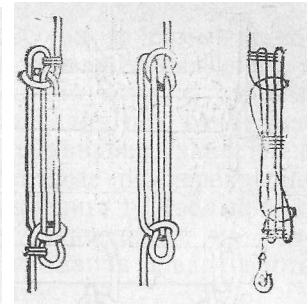

Рис. 45. Узел укорачивания длины троса.
*Узел укорачивания длины троса* (в шведской терминологии—«труба»). Существует много способов вязания этого узла. Обычно этот узел с двумя полуштыками выполняется, как показано на рис. 45, а. Если узлом предполагают пользоваться относительно долго, то концы троса прихватывают проволочными бензелями. Вариант с затягивающимся узлом и полуштыком (рис. 45,б) выполняется на основе простого узла, петлю которого вытягивают на нужную длину,
Чтобы не обрезать слишком длинный гордень, применяемый для погрузки угля, удобнее формировать узел непосредственно над гаком (рис. 45, в). Такой узел составляют из большого числа петель, концы которых стягивают полуштыками. Также накладывают проволочные схватки посередине и на концы петель. Узел удобнее завязывать, когда ходовой конец горденя короткий и гордень подвешен под палубой. Если ходовой конец оторвется, а также если возникнет необходимость спуститься в трюм, то из узла вытягивается одна петля, что позволяет увеличивать длину троса по необходимости.